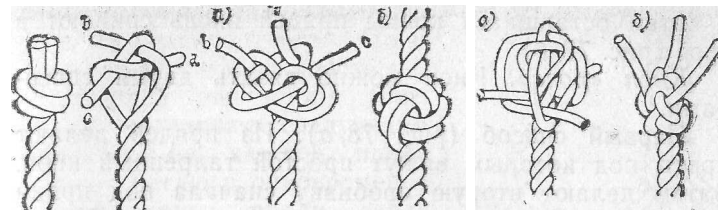
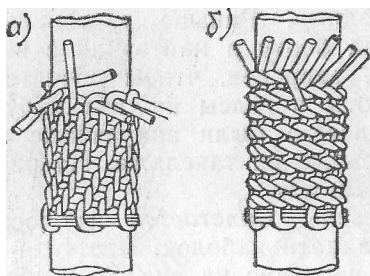

Рис. 76. Вязание креста. Рис. 77. Кнопы «диамант». Рис. 78. Кноп «роза».
Рис. 86. Оплетка вкруговую.
вяжут крест (рис. 76). Прядь *a* сгибают и проводят с внутренней стороны пряди *b*, прядь *b* — с внутренней стороны пряди *c* и прядь *c* вводят в петлю, образованную прядью *a*.
*Оплетка в круговую* (рис. 86, а). Выполняется всегда из тонких каболок вокруг более толстого сердечника. Каболки укладывают вокруг сердечника параллельно ему и закрепляют посередине короткой прочной маркой, перегибают через марку и плетут по принципу креста (см. рис. 76). Каждая каболка проходит поверх ближайшей справа, и плетение все время осуществляется слева направо вокруг сердечника, на требуемую длину оплетки.
Другой способ показан на рис. 86, б. Он более быстрый, но оплетка получается менее красивой.
ких тонких каболок, пенькового шнура вокруг более толстого сердечника. Начало плетения такое же, как при оплетке вкруговую (см. рис. 86, а), а именно, середину нитей прикрепляют небольшой маркой и каболки перегибают на одну сторону. Нить, на которой наложена марка не обрезают, а сохраняют длинные концы, которые включают в оплетку и проводят по спирали вокруг оплетаемого сердечника. Выполнение оплетки осуществляется следующим образом: ходовую каболку в порядке очереди укладывают полушлагами вокруг длинной нити — основы, идущей по спирали. При этом лучше, если концы каболок, образующих полушлага, будут направлены в сторону уже вплетенных каболок, но можно направить их в направлении плетения, при этом рисунок оплетки будет несколько иным. На рисунке показана оплетка с полушлагами, направленными в сторону, противоположную плетению.